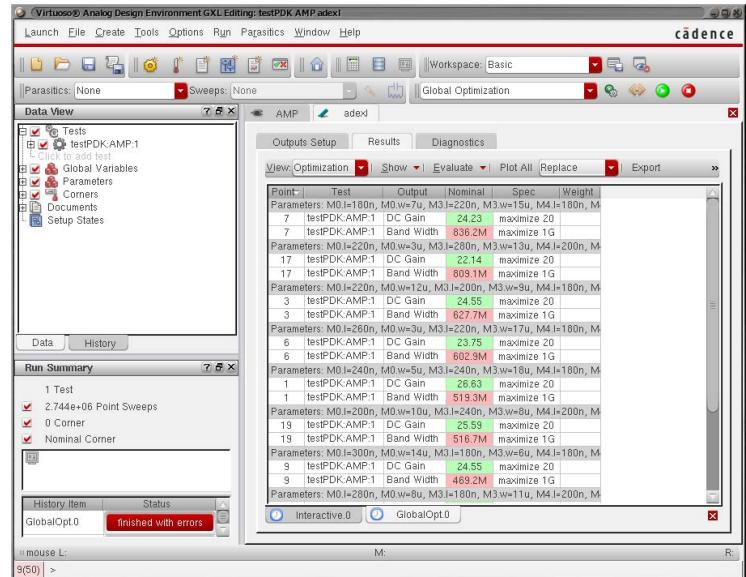

図 90: Global Optimization 実行後の ADE GXL ウィンドウ
2. Point Limit で設定した回数のシミュレーション (hspice) が実行され、ADE GXL ウィンドウには図 90 に示すように、仕様に対して性能が良い順に上から結果が表示される。結果のウィンドウで緑色で表示されている所は仕様を満たしている値、赤で表示されている所は仕様を満たしていない値、黄色で表示されている所は近い値が出ているが仕様を満たしていない値をそれぞれ示している。本例では 7 番目にシミュレーションを実行した時の結果が最も仕様に近く、DC Gain は仕様を満たしているが、Band Width がまだ仕様に達していない状態である。